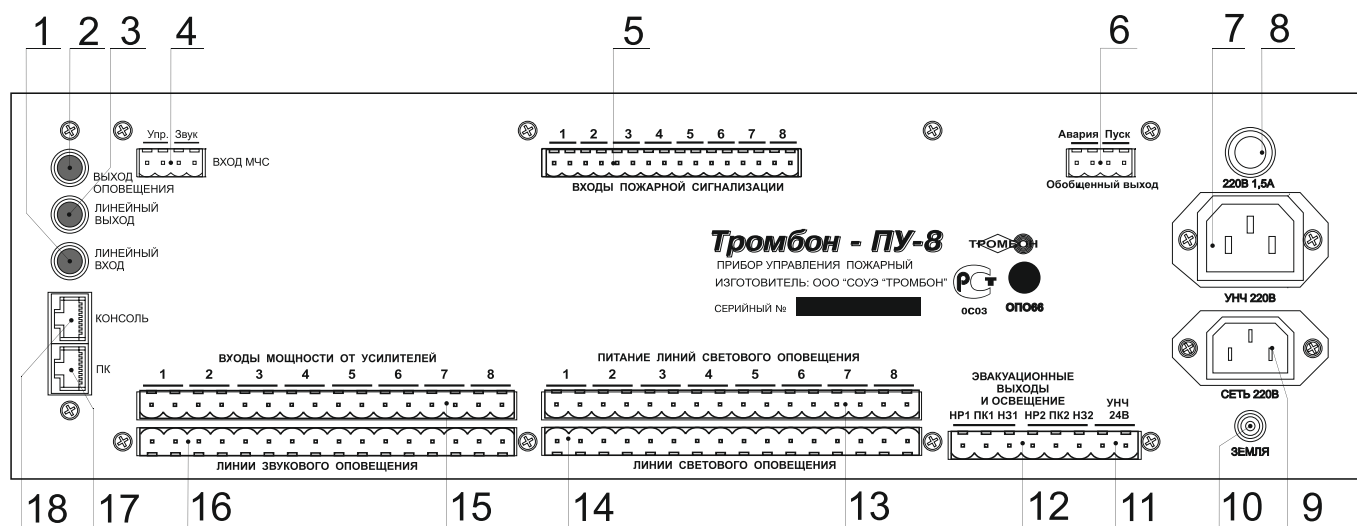

Рис. 2. Прибор управления «Тромбон - ПУ-8», вид со стороны задней панели.
Прибор «Тромбон – ПУ-8» имеет 8 входов пожарной сигнализации (рис. 2, поз. 5) для подключения к выходам ППКП (Прибора Приемного Контрольного Пожарного). Выходы ППКП могут быть релейным или типа «открытый коллектор».
5.1.2. Цифровое подключение к сопряженной комплексной системе безопасности через последовательный порт «ПК» с интерфейсом RS485 (рис. 2 поз. 17). Подключение выполняется кабелем «Витая пара». Назначение контактов последовательного порта «ПК» приведено в Приложении 3.
Прибор имеет специальный «ВХОД МЧС» (рис. 2, поз. 4). Вход предназначен для стыковки с блоком централизованного запуска системы оповещения МЧС (БЦЗ системы П-166 или аналогичными). Вход выполнен в виде 4-х контактного разъема. Контакты «Упр.» данного разъема – это логический вход управления Прибора (реагирующий на замыкание контактов), а контакты «Звук» - вход звукового сигнала с уровнем 0 дБ (уровень 0,775В).
Для подключения удаленных консолей предназначен специальный порт «КОНСОЛЬ» (рис. 2, поз. 18). Порт выполнен в виде 8 - контактного разъема типа RG45. К нему можно подключать только адресные удаленные консоли типа «Тромбон – УК-М». Консоли необходимо подключать кабелем «витая пара».
- Разъем «ЛИНЕЙНЫЙ ВХОД» (рис. 2, поз. 1) предназначен для подключения к Прибору источника музыкальных программ. Вход стереофонический, используется только в режиме звукового вещания. Максимальное входное напряжение сигнала на данном входе – 250 МВ.
- Разъем «ВЫХОД ОПОВЕЩЕНИЯ» (рис. 2, поз. 2) предназначен для подключения звуковых сигналов от Прибора к входу «Оповещения» усилителя мощности. Сопротивление входа усилителя должно быть не менее 600 Ом. Максимальное напряжение звукового сигнала на данном выходе Прибора – не более 250 мВ. Схема подключения к усилителю мощности приведена в Приложении 6.
- Разъем «ЛИНЕЙНЫЙ ВЫХОД» (рис. 2, поз. 3) предназначен для подключения стереофонических звуковых сигналов от Прибора к входам усилителей мощности. Выход используется при необходимости реализации на объекте стереофонического вещания, например, для озвучивания кафе. Напряжение звукового сигнала на данном выходе не более 250 мВ.
- Разъем «ЛИНИИ ЗВУКОВОГО ОПОВЕЩЕНИЯ» (рис. 2, поз. 16) предназначен для подключения линий связи со звуковыми оповещателями. Всего Прибор имеет выходы для подключения восьми линий связи со звуковыми оповещателями с обеспечением контроля исправности. Контроль исправности может быть отключен программно. Схема подключения линий звукового оповещения к Прибору управления «Тромбон – ПУ-8» приведена в Приложении 6.
- Разъем «ВХОД МОЩНОСТИ ОТ УСИЛИТЕЛЕЙ» (рис. 2, поз.15) предназначен для подключения звуковых сигналов с выходов усилителей мощности. У Прибора имеется 8 независимых входов (по одному для каждой зоны). К данным входам Прибора допускается подключение усилителей мощности с выходными напряжениями от 15 до 240В, в зависимости от характеристик выбранных звуковых оповещателей. Прибор позволяет использовать для разных зон разные усилители, а также выходы усилителя с разными напряжениями. Схема подключения линий звукового оповещения и выходов усилителей мощности к Прибору управления «Тромбон – ПУ-8» приведена в Приложении 6.
- Разъем «ВХОД ПИТАНИЯ ЛИНИЙ СВЕТОВОГО ОПОВЕЩЕНИЯ» (рис. 2, поз. 13) предназначен для подключения источников питания световых оповещателей. В Приборе допускается использование для разных линий оповещения источников питания с разными напряжениями от 12В до 220В, в зависимости от выбранных типов световых оповещателей. Схема подключения источников питания и световых оповещателей к ПУ приведена в Приложении 7.
- Разъемы «Линии светового оповещения» (рис. 2, поз. 14) предназначен для подключения линий связи со световыми оповещателями. Прибор обеспечивает контроль исправности линий связи. Контроль исправности может быть отключен программно. Схема включения линий светового оповещения приведена в Приложении 7.
5.7. Подключение эвакуационного освещения и замков эвакуационных выходов выполняется через разъем «ЭВАКУАЦИОННЫЕ ВЫХОДЫ И ОСВЕЩЕНИЕ» (рис. 2, поз. 12).
5.8. Разъем «Обобщенный выход» «Авария» и «Пуск» (рис. 2, поз. 6). На данный разъем выведены контакты двух реле. Контакты реле «Авария» замыкаются при обнаружении в системе оповещения неисправностей. Контакты реле «Пуск» замыкаются в режимах «Тревога», «Экстренный запуск» или «Трансляция МЧС».
5.9. Клемма «ЗЕМЛЯ» (рис. 2, поз. 10) предназначена для подключения Прибора к контуру заземления здания.
5.10. Разъем «СЕТЬ 220В» (рис. 2, поз 9) предназначен для подключения Прибора к сети питания переменного тока 220В 50Гц.
5.11. Разъем «УНЧ 220В» (рис. 2, поз. 7) предназначен для подключения питания 220В на усилитель мощности. Напряжение на этом разъеме появляется при переходе Прибора из «Дежурного режима» в режимы «Тревога», «Экстренный запуск», «Трансляция МЧС», «Звуковое вещание» или «Звуковое вещание от удаленной консоли». В зависимости от мощности и количества усилителей в системе оповещения подключение питания к ним возможно двумя способами:
5.12. Подключение резервного питания 24В на усилитель мощности выполняется через разъем «Питание УНЧ 24В» (рис. 2, поз. 11). Контакты этого разъема замыкаются через реле при переходе Прибора из «Дежурного режима» в режимы «Тревога», «Экстренный запуск» или «Трансляция МЧС». Для режимов «Звуковое вещание» и «Звуковое вещание от удаленной консоли» использование источников резервного питания 24В не предусмотрено. Схема управления питанием одного усилителя мощности с одним блоком резервного питания приведена в Приложении 9. Схема управления питанием нескольких усилителей мощности с несколькими блоками резервного питания приведена в Приложении 10.
Звуковые сигналы, подаваемые на «ЛИНЕЙНЫЙ ВХОД» Прибора (рис. 2, поз 1), коммутируются на: «ВЫХОД ОПОВЕЩЕНИЯ» и «ЛИНЕЙНЫЙ ВЫХОД» (рис. 2, поз 2, 3).
Вход в режим «Трансляция МЧС» выполняется по команде, поступающей от БЦЗ, на вход управления МЧС Прибора (рис. 2, поз. 4). Команда представляет собой замыкание контактов «Упр.» на разъеме «ВХОД МЧС» на все время трансляции.